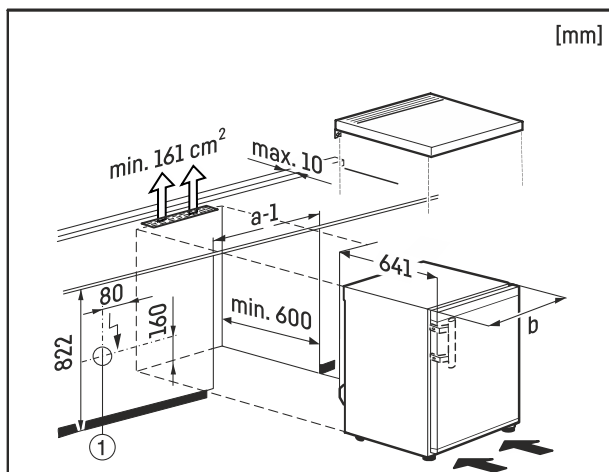

Fig. 9
Vtičnica Fig. 9 (1) mora biti pri tem lahko dostopna in izven ploskve, ki jo pokriva hrbtna stran naprave.